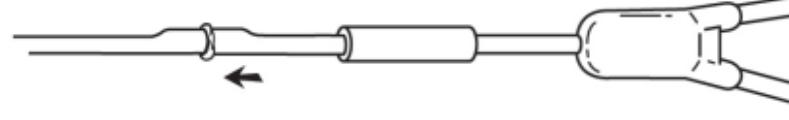

Fig. 7
7. Skjut in ersättningsskateterändens metallkanyler fullständigt i katetern. (Fig. 7)